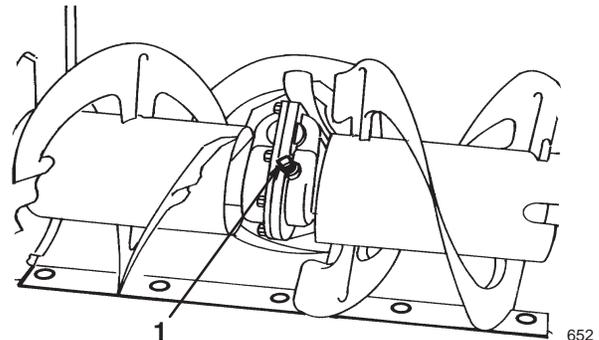

Bild 20
4. Reinigen Sie den Bereich um den Rohrverschluss (Bild 20).
5. Entfernen Sie den Rohrverschluss vom Getriebe (Bild 20).